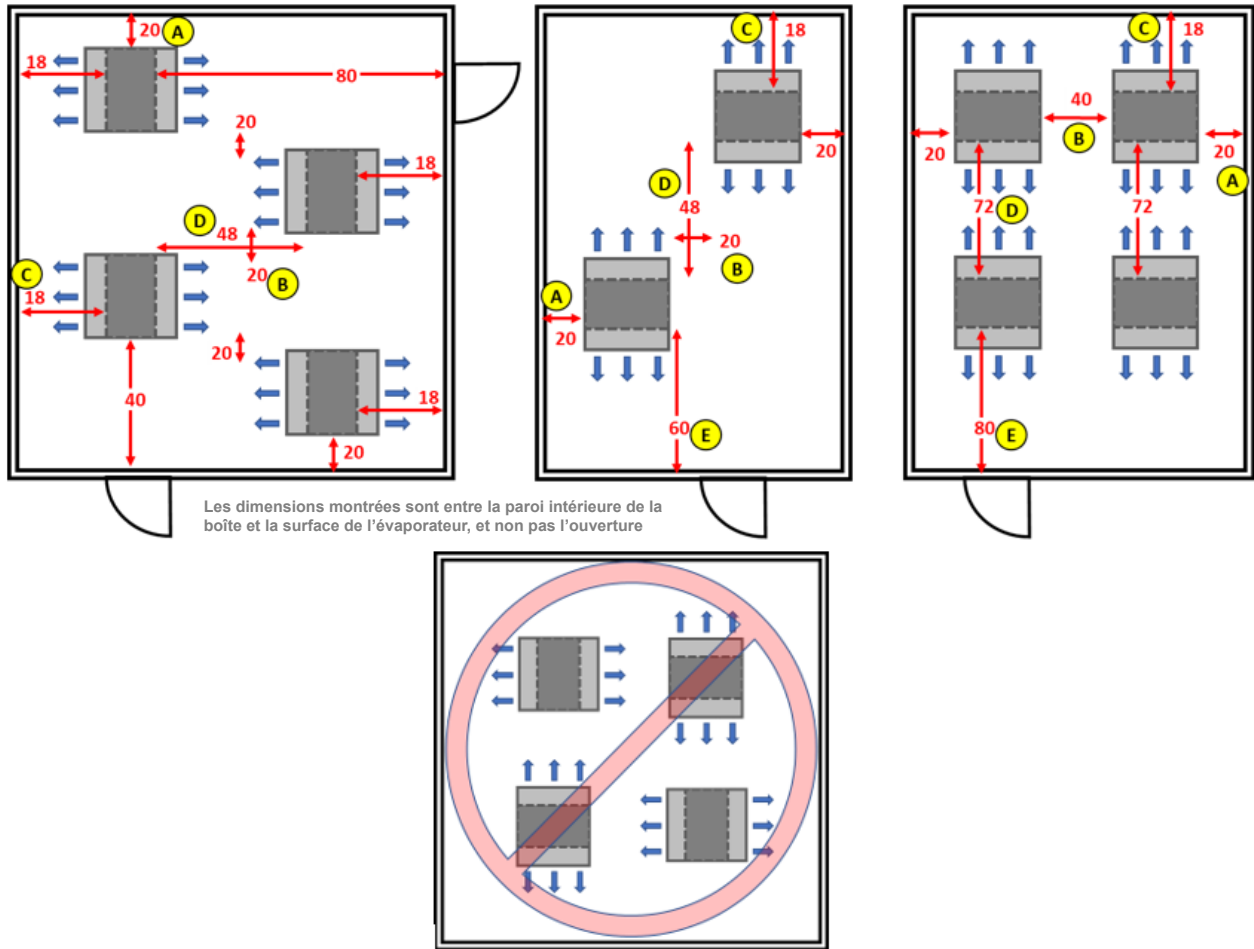

Figure 2 – Vue de la circulation d'air sur le toit – côté froid – distances minimales pour l'installation
- La distance standard entre le côté de l'appareil d'évaporation et le mur de la pièce ou le produit entreposé est de 50,8 cm (20 po). Voir « A » dans la Figure 2.
- La distance standard entre le côté de l'appareil d'évaporation et le côté d'un appareil d'évaporation voisin est de 51 cm (20 po) lorsqu'ils sont décalés ou de 102 cm (40 po) lorsqu'ils sont alignés. Voir « B » dans la Figure 2.
- La distance minimum entre le côté sortie d'air de l'évaporateur et le mur de la pièce ou un produit entreposé est de 46 cm (18 po). Voir « C » dans la Figure 2).
- La distance minimum entre deux appareils, lorsque le côté sortie d'air d'un évaporateur est aligné sur l'autre, est de 183 cm (72 po), et si les deux appareils sont décalés, la distance minimum est de 122 cm (48 po). Voir « D » dans la Figure 2.
- La distance minimum entre les sorties d'air des évaporateurs, s'ils soufflent directement vers la porte, est de 203 cm (80 po). S'ils ne soufflent pas directement vers la porte, elle est de 152 cm (60 po). Voir « E » dans la Figure 2.
- Voir la Figure 2 pour les distances minimales recommandées pour les installations décalées et alignées.
- Ne pas faire pivoter les appareils. La sortie d'air chaud d'un appareil souffle vers le côté entrée de l'autre appareil (comme montré ci-dessus dans la Figure 2);